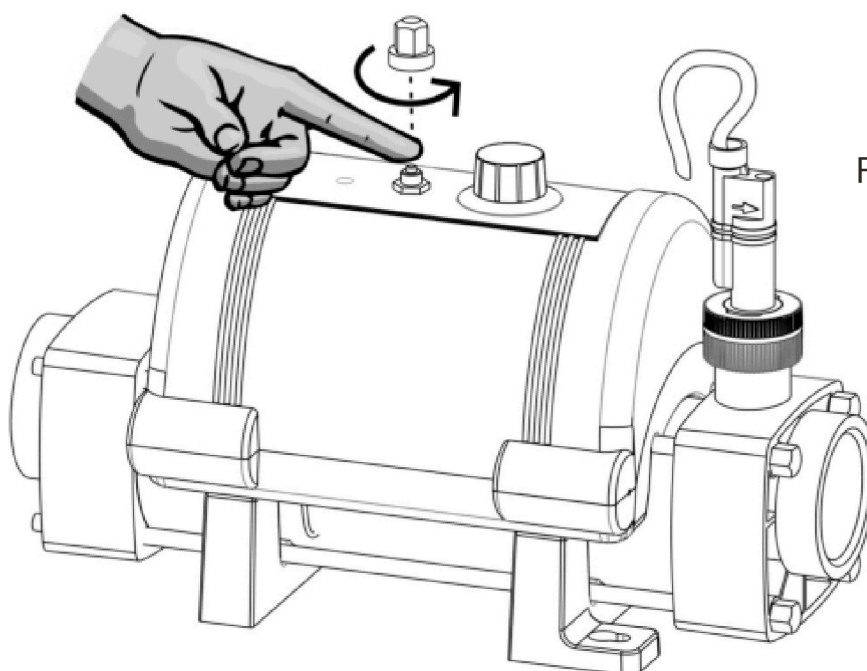

Fig 4.
**Remède:** retirer la couverture du bouton et réarmer en appuyant sur le bouton rouge (Voir Fig 4). Si au cours de l'opération un click se fait sentir, la raison pour laquelle le thermostat a disjoncté doit être recherchée. Elle pourrait être due à la présence de débris ou d'air, à l'intérieur du tube de chauffage du réchauffeur